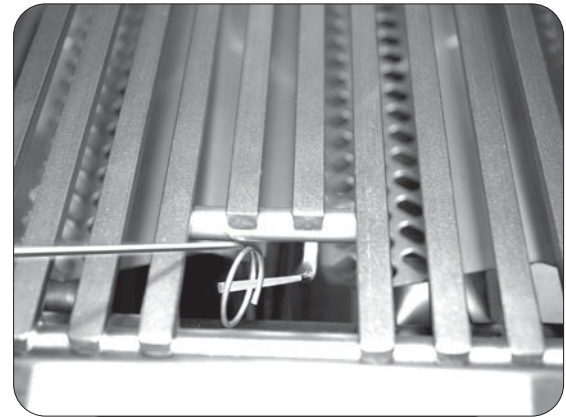

Fig. 28-2 - Éclairage manuel
**ATTENTION:** Attendez toujours cinq (5) minutes le gaz pour se dégager après que n'importe quelle tentative non réussie d'éclairage.
2. Insérez un allumeur brûlant de butane de long-baril, une allumette brûlante de long-tige, ou une allumette brûlante tenue par un support de prolongation de fil par la grille à cuire s'ouvrant au dessus du brûleur (fig. 28-2).
4. Si le brûleur ne se allume pas dans les cinq (5) secondes de tourner le bouton de commande, enfoncez immédiatement le bouton et tournez la valve à AU LOIN. ATTENDEZ CINQ (5) MINUTES avant de répéter les étapes 2 à 4 des instructions manuelles d'éclairage.